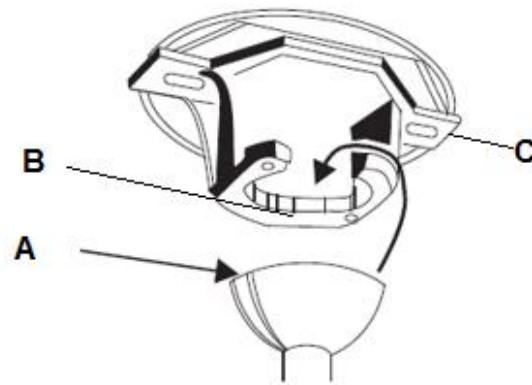

Fig. 5
Soulevez le ventilateur complet pour le placer sur le support de montage. Assurez-vous que l'encoche (A) de la rotule de la suspension est positionnée sur la goupille (B) du support de montage (C) pour empêcher le ventilateur de tourner lorsqu'il fonctionne. (Fig. 5)
- Accrochez le ventilateur (voir « Suspension du ventilateur » Fig. 5, page 6).